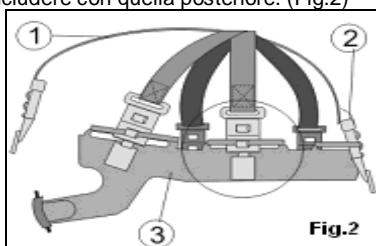

Fig.2
- 2) Inserire l'intera bardatura nell'elmetto e posizionare le clips nelle apposite sedi ricavate nella calotta, partendo dalla frontale e spostandosi progressivamente a destra e a sinistra, fino a concludere con quella posteriore. (Fig.2)